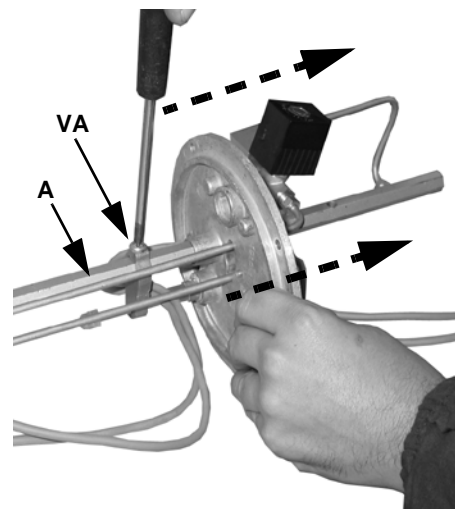

Рис. 14
- 3 Расслабить блокировочный винт **VA**, который фиксирует штифт **A** (Рис. 14) и сдвинуть назад фланец, как указано.